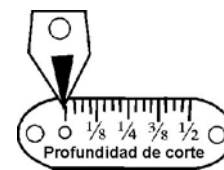

Figura 17
Consejo Valioso: Ocasionalmente Usted encontrará que no puede ajustar el curso en todo el intervalo para arriba hasta cero o para abajo hasta 1/2" sobre escala de *Profundidad de Corte* (Figura 17) al elevar o bajo la manija (C, Fig. 16). Cuando eso ocurra:
Con el *pomo de cierre* (B, Fig. 16) desbloqueado gire la manija de ajuste de altura (C, Fig. 16) unas veces, luego elévelo o bájelo. Una vez que llegue a cero o a 1/2" (Figura 17), podrá nuevamente girar la manija (C) a el rango completo.